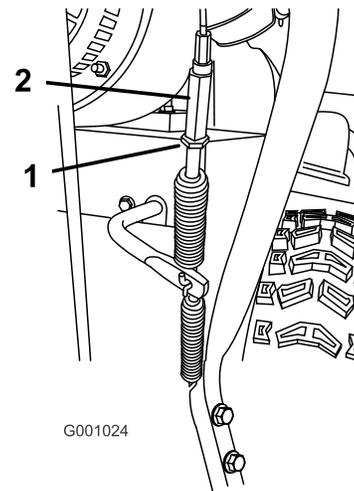

Figura 36
1. Afloje la contratuerca (Figura 36).
2. Afloje o apriete el tensor que ajusta la tensión del cable (Figura 36).